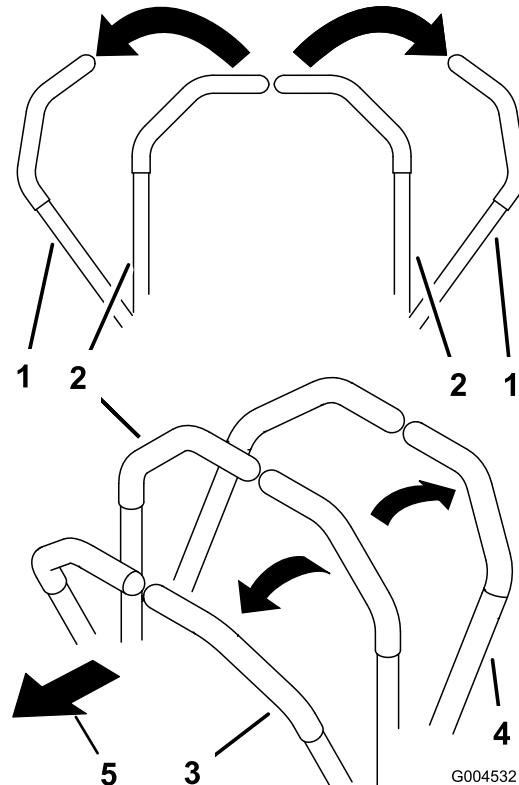

Figure 20
- Pour vous déplacer en ligne droite en marche avant, poussez lentement les leviers de commande de déplacement vers l'avant (Figure 20).
- Pour vous déplacer en ligne droite en marche arrière, tirez doucement les leviers en arrière (Figure 20).
levier du côté opposé à celui que vous voulez prendre (Figure 20).